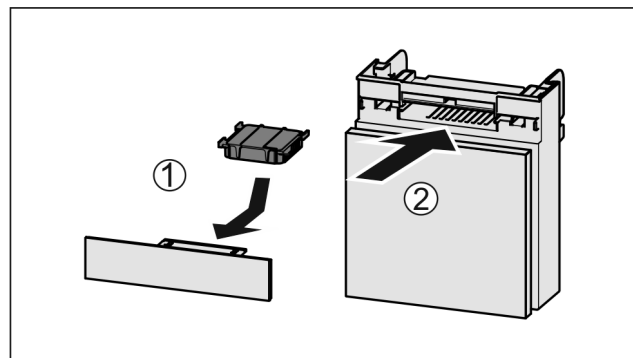

Fig. 171
- Insérer le filtre à charbon actif d'après le schéma Fig. 171 (1).
- Insérer le compartiment Fig. 171 (2).